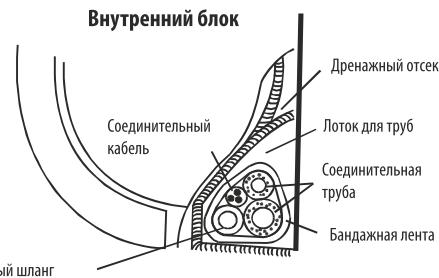

Рис. 11
С помощью ленты плотно скрепите вместе трубопровод, соединительный кабель и дренажную трубу, как показано на рис. 11.
- Для совмещения центра панели и центра отверстия отрегулируйте положение панели в направлении, указанном стрелкой (см. рис. 11). Крюки на четырех углах должны быть надежно зафиксированы.